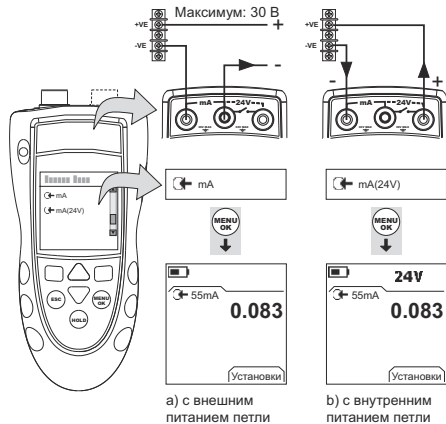

Рисунок 7: Пример конфигурации. Измерение mA
1. Подключите прибор (Рисунок 7) и при необходимости отрегулируйте Set Up (Настройка) (Таблица 1).
- Только DPI802/802P. Подключите прибор к оборудованию калибровки (Рисунок 7).